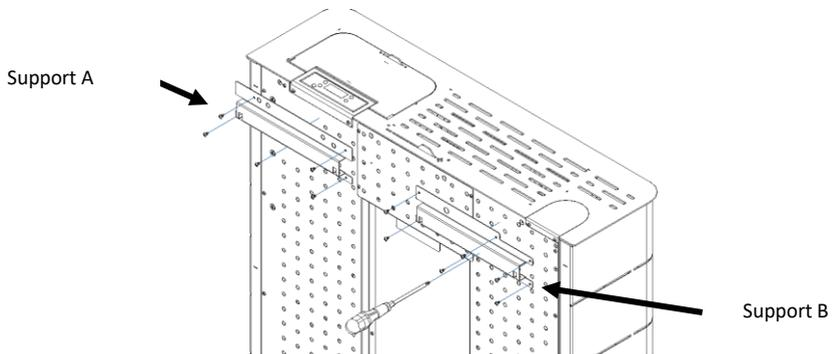

Figure 99 – Montage des supports A et B
a) Fixez les rails de support A et B à l'équipement à l'aide de 10 vis A comme indiqué sur la Figure 99 (Attention à la position des supports).